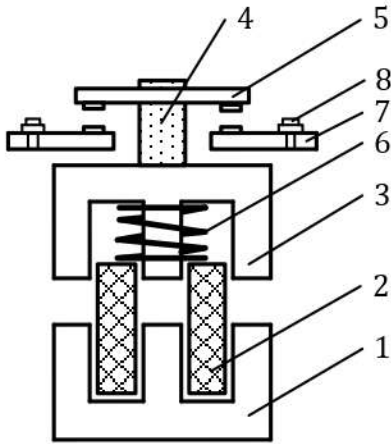

Рисунок 1 –
Всередині електромагнітного пускача – рисунок 1, розміщена електромагнітна система, що містить нерухому Ш-образну частину осердя 1 і обмотку 2, намотану на котушку. Осердя набране з ізольованих друг від друга (для зменшення втрат від вихрових струмів) листів електротехнічної сталі. Рухлива частина осердя 3 (якір) з'єднано із пластмасовою траверсою 4, на якій змонтовані контактні містки 5 з рухливими контактами.
3.3 Зібрати схему експериментальної установки для дослідження властивостей електромагнітного пускача – рисунок 1.